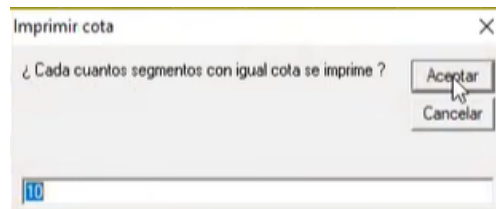

Figura 414. Segmentos con la misma cota.
46. En la primera ventana emergente, seleccionar la cantidad de segmentos que se desea que aparezcan de la misma cota y presionar “Aceptar”. Figura 414